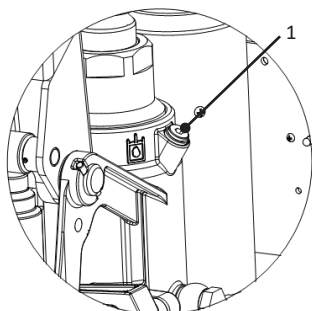

Fig. 19
1. Find the oil fill hole (1). (Fig. 19)